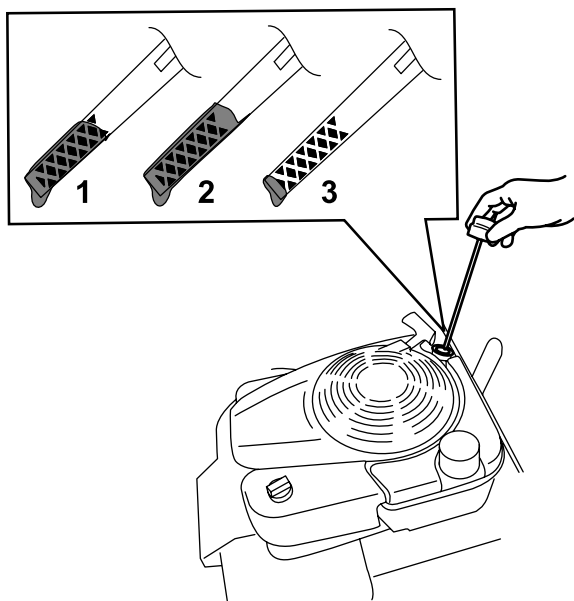

Figura 30
3. Girate il tappo in senso antiorario ed estraete l'asta di livello (Figura 30).
10. Controllate il livello dell'olio sull'asta (Figura 30).